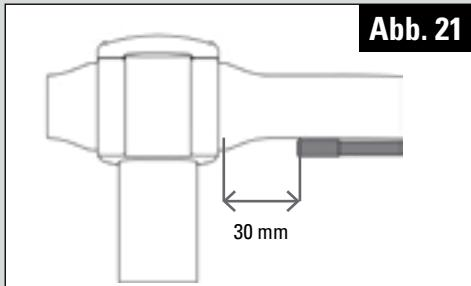

Abb. 21
4.1 / Entlang des Lenkers vom Bremshebel ab eine Bremaußenhülle positionieren und nach 30mm Vorbau abschneiden und eine Anschlaghülse für Außenhüllen anbringen (Abb. 21).